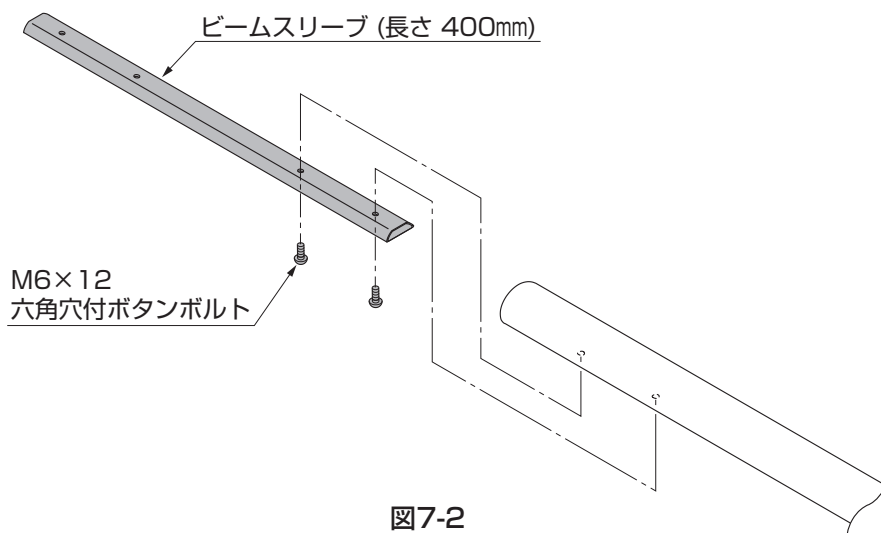

図7-2
- ①ビームスリーブ (長さ 400mm) をビーム左に差込み、M6×12六角穴付ボタンボルトで取付けてください。(図7-2参照)